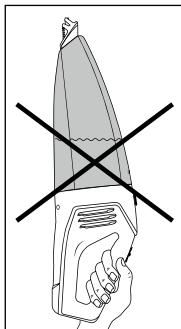

Abb. 4
- Wenn Sie das Gerät waagerecht oder mit der Nasssaugdüse ① nach oben weisend tragen, kann es passieren, dass Flüssigkeit austritt (siehe Abb. 4 und 5):